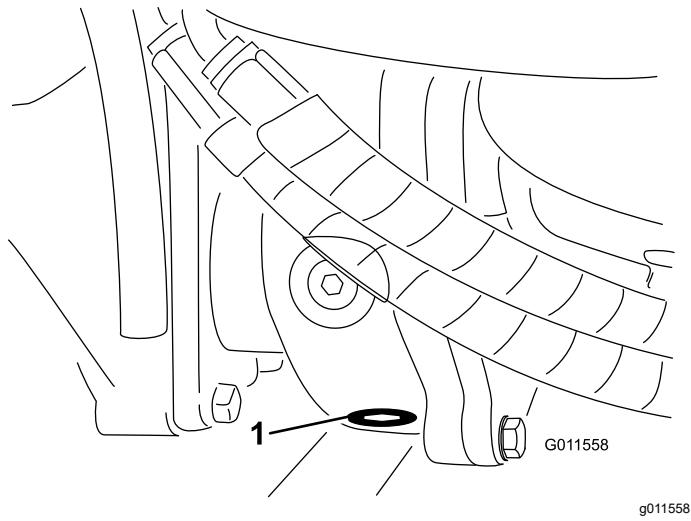

Figure 72
5. Nettoyez la surface autour du bouchon de vidange au bas du boîtier d'engrenages (Figure 72).